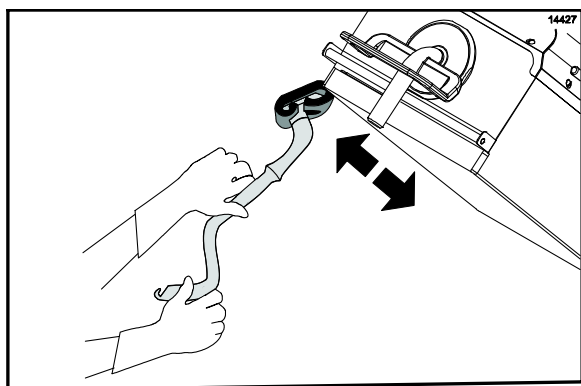

Figure 92
18. Appliquer le nettoyant pour gril aux bords extérieurs des plaques de droite et de gauche (Cf. Figure 92).